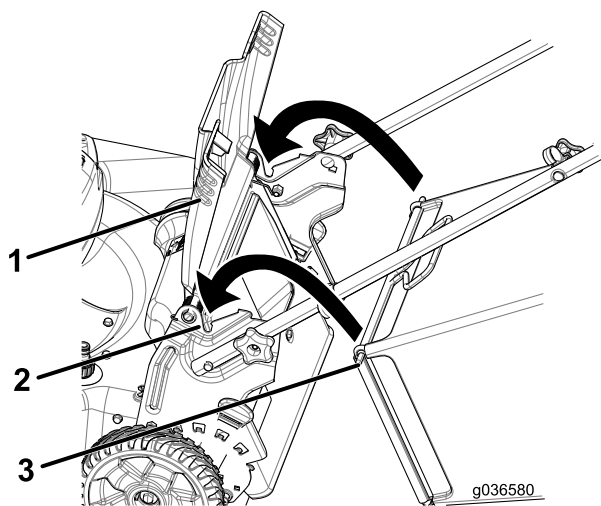

Рисунок 24
1. Поднимите и удерживайте задний отражатель (Рисунок 24).
2. Установите мешок для сбора скошенной травы и убедитесь в том, что стержни мешка вошли в пазы на рукоятке (Рисунок 24).